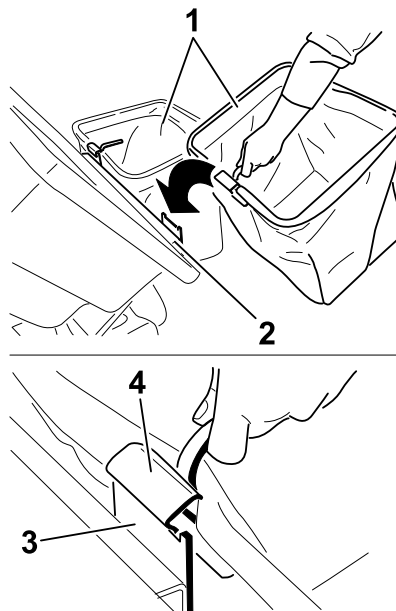

Figura 24
7. Alzate il coperchio del sistema di raccolta e inserite i cesti facendo scorrere i ganci del telaio dei cesti sulle staffe di ancoraggio (Figura 24).